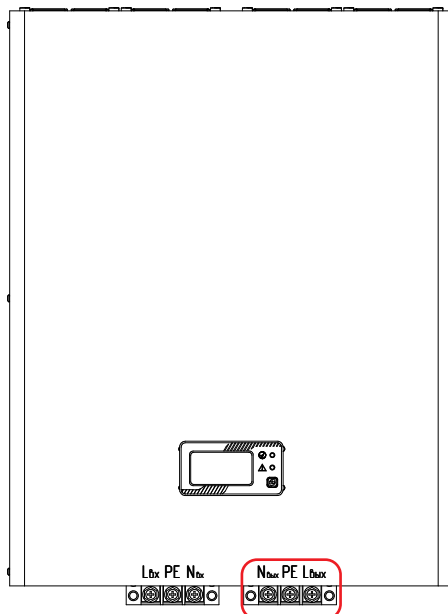

Рисунок 37. Стабилизаторы ШТИЛЬ IS8000 и IS10000. Выводы «Выход N-PE-L»
- у моделей IS8000 и IS10000 к выводам «Выход N-PE-L» (**рисунок 37**);